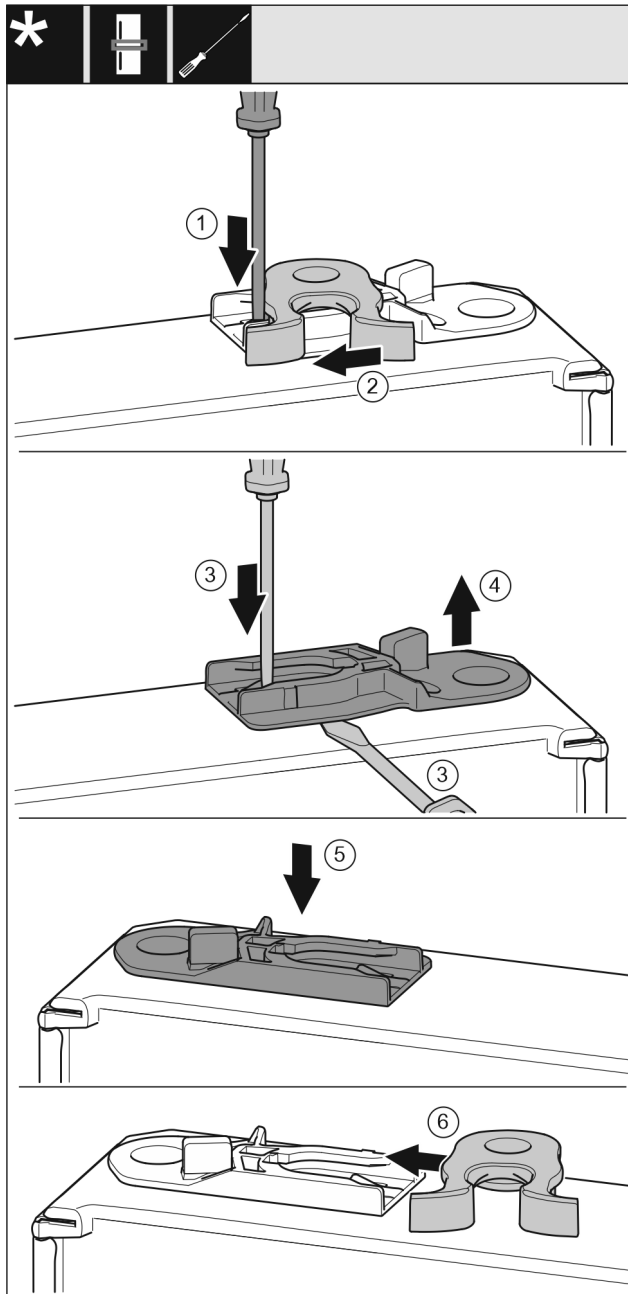

Fig. 18
- ▶ La partie inférieure de la porte est orientée vers le haut : Tourner la porte. Fig. 18 (1)
- ▶ Pousser vers le bas la languette avec un tournevis plat. Fig. 18 (2)
- ▶ Tirer le crochet de fermeture en dehors du guide. Fig. 18 (3)
- ▶ Sortir la douille de guidage : Pousser la languette avec un tournevis plat et la faire passer simultanément sous la douille de guidage avec un tournevis plat. Fig. 18 (4)
- ▶ Pousser la douille de guidage fournie à la livraison de l'autre côté du logement. Fig. 18 (5)
- ▶ Pousser le crochet de fermeture dans le guide. Fig. 18 (6)